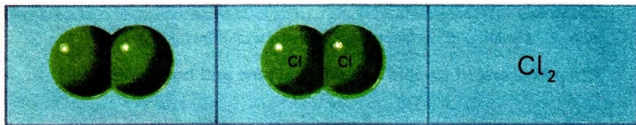

Abb. 73 Modell und Formel eines Chlormoleküls
**Bau und Formel von Chlor.** Chlor ist eine **Molekülsubstanz**. Jedes Chlormolekül besteht aus 2 Chloratomen (Abb. 73).